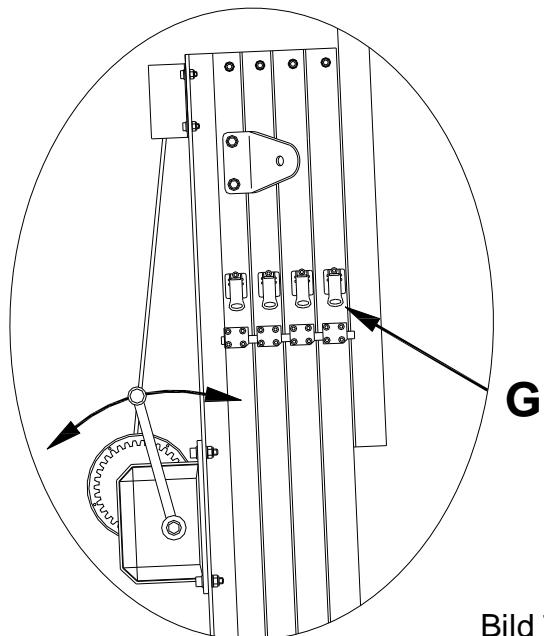

Bild 7
Der Lift wird durch leichtes Kurbeln im Uhrzeigersinn und gleichzeitiges heraus ziehen der roten ALS Sicherung herunter gefahren (G). (Bild 7)